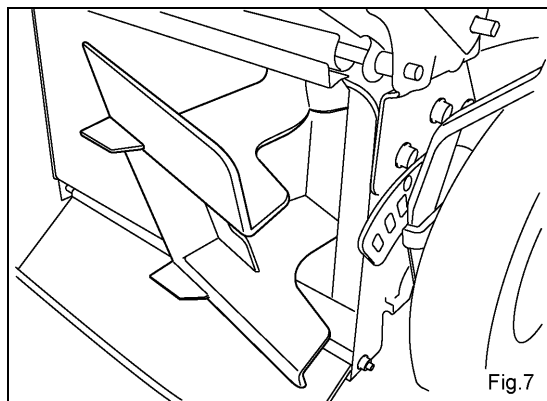
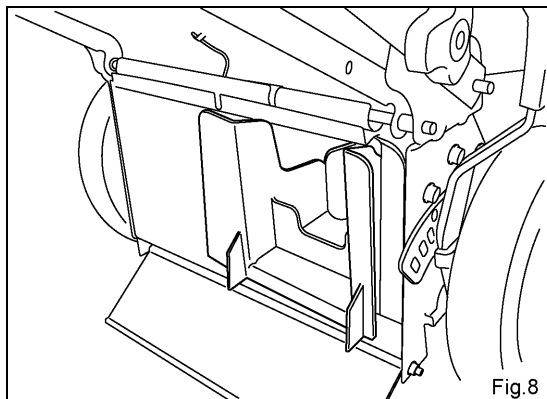

Fig.7
Fig.8
- ・ Fig.7 の状態まで差し込んだら左回転（反時計方向）に 90° 後部排出プラグを回転させ、そのまま差し込みます。（Fig.8）